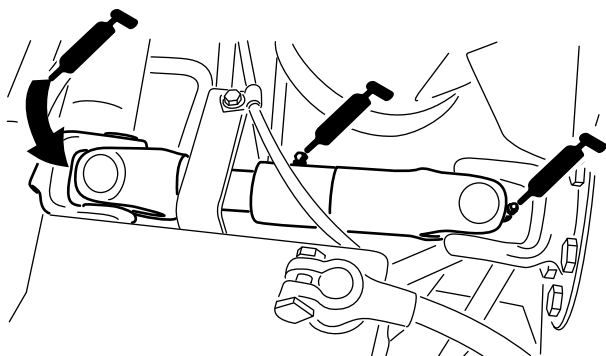

Рисунок 44
- Универсальный шарнир вала привода насоса (3 шт.) (Рисунок 44)